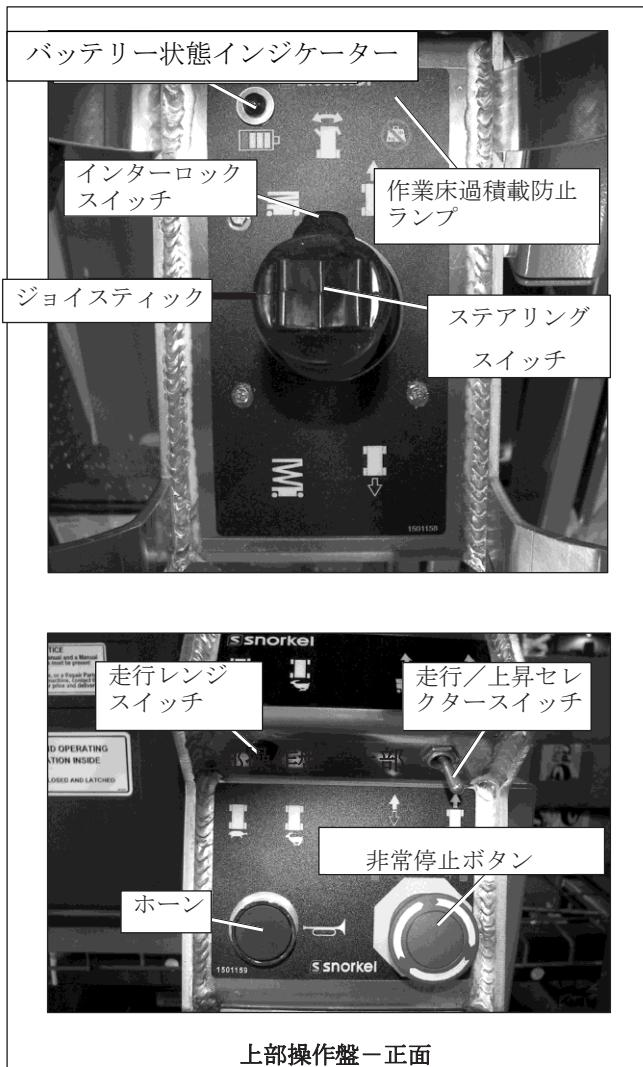

図9.2 - 上部操作盤
5. 上部操作盤で、非常停止ボタンを引き出します（図9.2を参照）。
1. 走行／上昇セレクタースイッチ（図9.2を参照）を、上昇位置にします。
1. 走行／上昇セレクタースイッチ（図9.2を参照）を、走行位置にします。